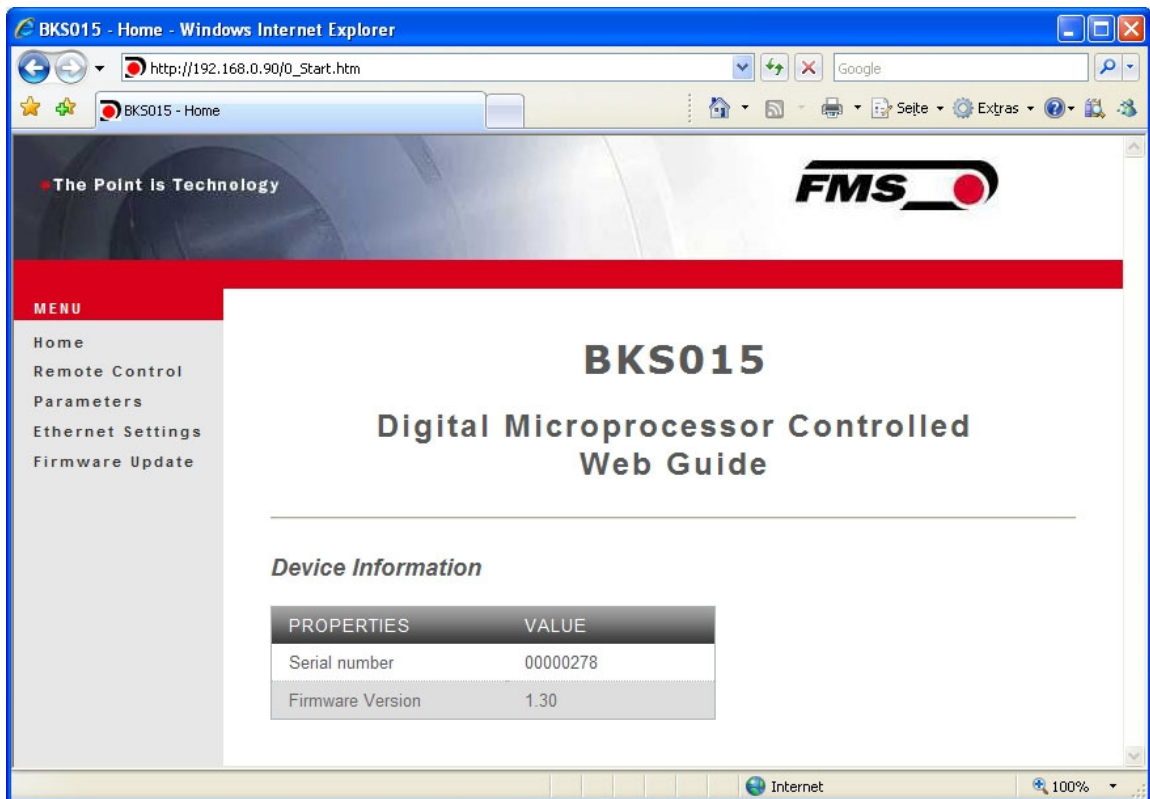

Bild 16: Seriennummer und Geräteinformationen
Ist der BKS015 einmal im Netzwerk eingebunden, kann er über seine Adresse z.B. <http://192.168.0.90> adressiert werden. Wurde die Verbindung mit dem Regler hergestellt, erscheint der folge Bildschirm (**Bild 16**).
4. Der Bildschirm „BKS015 Home“ (siehe **Bild 16**) öffnet sich. Fahren Sie dann fort wie in Punkt 8.1 " Parametrierung in einen Netzwerk über einen Webbrowser" beschrieben.